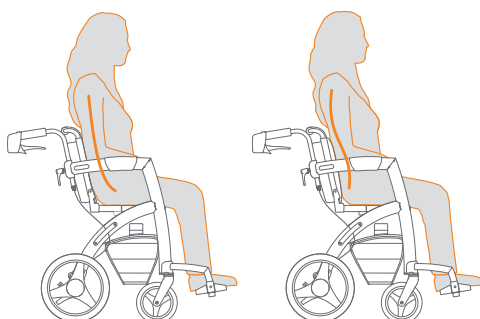

Figure 47: Avant et après le réglage des bandes, la position assise correcte est celle à droite.
- f. Déterminez si cela vous convient, avec une position assise correcte (**Figure 47**).